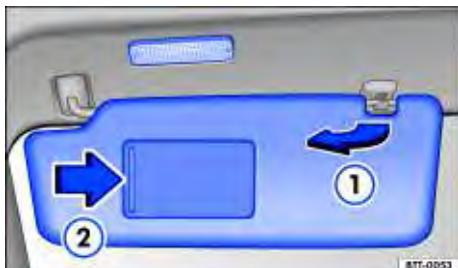

Fig. 67 Para-sol.
- Retirar do suporte e girar na direção das portas ⇒ Fig. 67 ①.